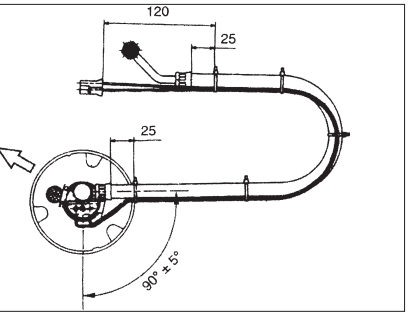

Abb. 8/ Fig. 8/ Puc. 8/图8
- **Audi eight-cylinder engine code AHK** as shown in Fig. 8.
- The arrow in Fig. 8 indicates the vehicle direction of travel.
- Turn the upper part of the accumulation housing together with the pump approximately 15° to the right (locking) until the V or W marking with matches the marking (B); use special tool, if required.
- **Audi 6 cylindres code moteur AHK**, selon fig. 8.
Le marquage V ou W sur la partie supérieure du carter (1) doit correspondre au marquage (A) sur le carter (2). La flèche dans la fig. 8 montre le sens de la marche du véhicule.
- Audi 8-цил. с кодом двигателя АНК,** как показано на рис. 8.